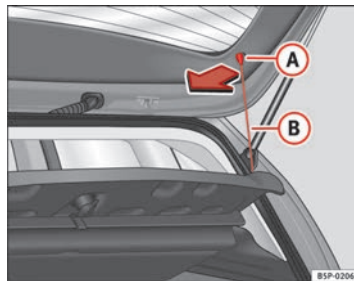

Fig. 123 Plage arrière
- Décrochez les tirants ⇒ fig. 123 B de leurs logements A.